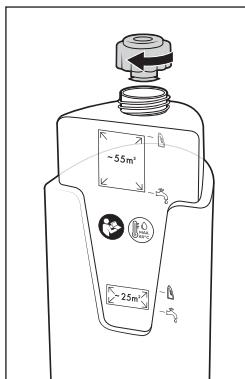

Abb. 10
- ◆ Schrauben Sie den Deckel des Frischwasserbehälters 11 wieder zu (siehe Abb. 10).